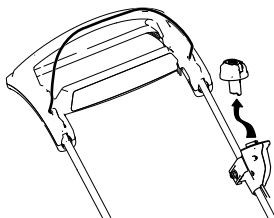

Figura 21
1. Remova o botão de arranque elétrico (Figura 21).